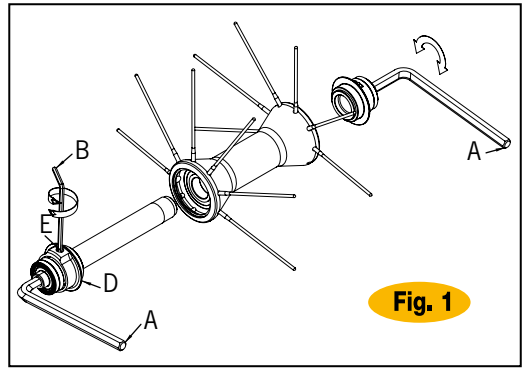

Fig. 1
extremos de los bujes (Fig. 1). y gírenlas en sentido **antihorario**.
- Aflojen el perno (E) con una llave Allen (B) (Fig. 1).
- Aprieten el perno (E).